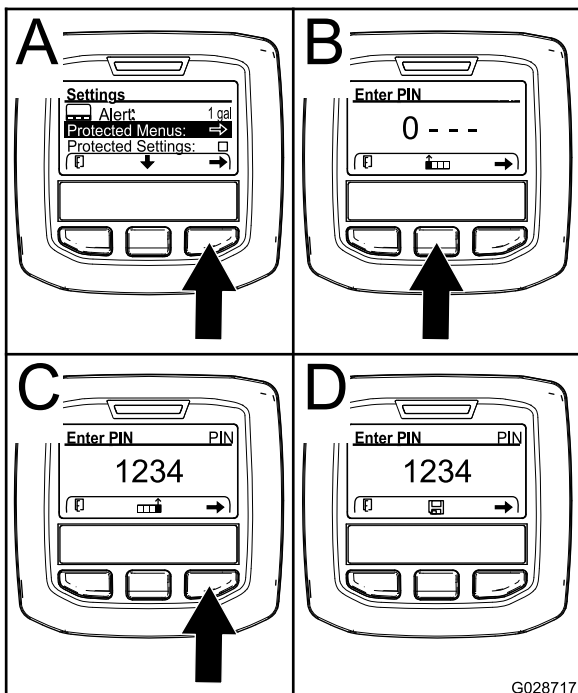

Figura 62
- Pulse el botón de selección derecho para seleccionar Protected Menus (Menús protegidos) (Figura 62, A).
- Pulse el botón de selección central (Figura 62, B) para aumentar el valor numérico (de 0 a 9).
- Pulse el botón de selección derecho (Figura 62, C) para mover el cursor hasta la siguiente posición numérica a la derecha.
Nota: Aparecerá el icono Guardar encima del botón de selección central (Figura 62, D).